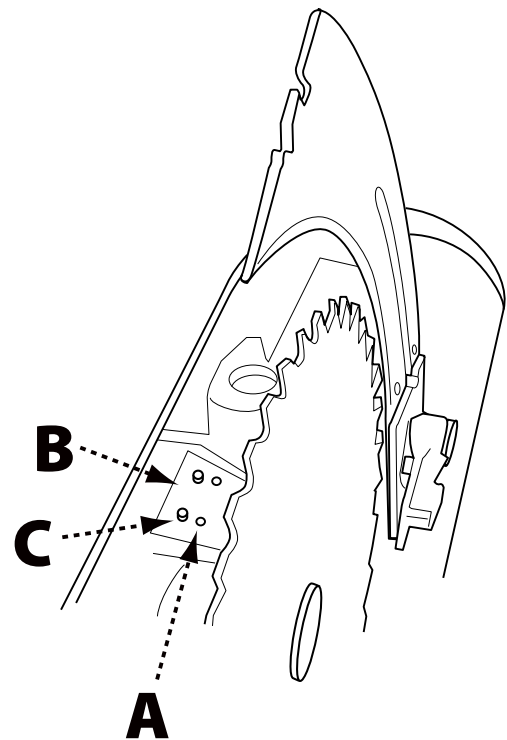

FIGURE 37
Pour ajuster l'alignement du coupeau diviseur, voir Figure 37 et procéder comme suit :
3. Si la paroi du guide n'est pas perpendiculaire à la table, libérez le levier de serrage et ajustez légèrement l'une des vis de pression à encoches (A) Figure 37 jusqu'à ce que la paroi du guide soit perpendiculaire à la table.